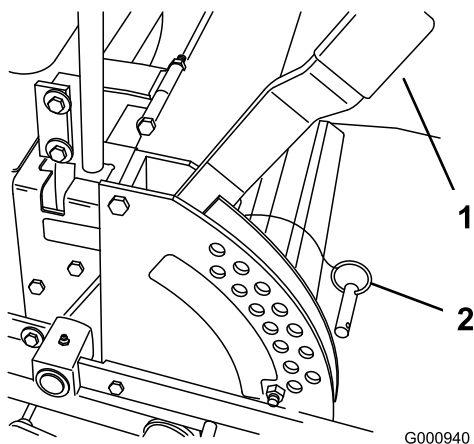

Figura 16
1. Alzate la leva dell'altezza di taglio in posizione di trasporto (anche la posizione di 127 mm dell'altezza di taglio) (Figura 16).
2. Per regolare, spostate il cavallotto con perno dalla staffa dell'altezza di taglio (Figura 16).
3. Nella staffa dell'altezza di taglio scegliete un foro corrispondente all'altezza di taglio richiesta, ed inserite il cavallotto con perno (Figura 16).